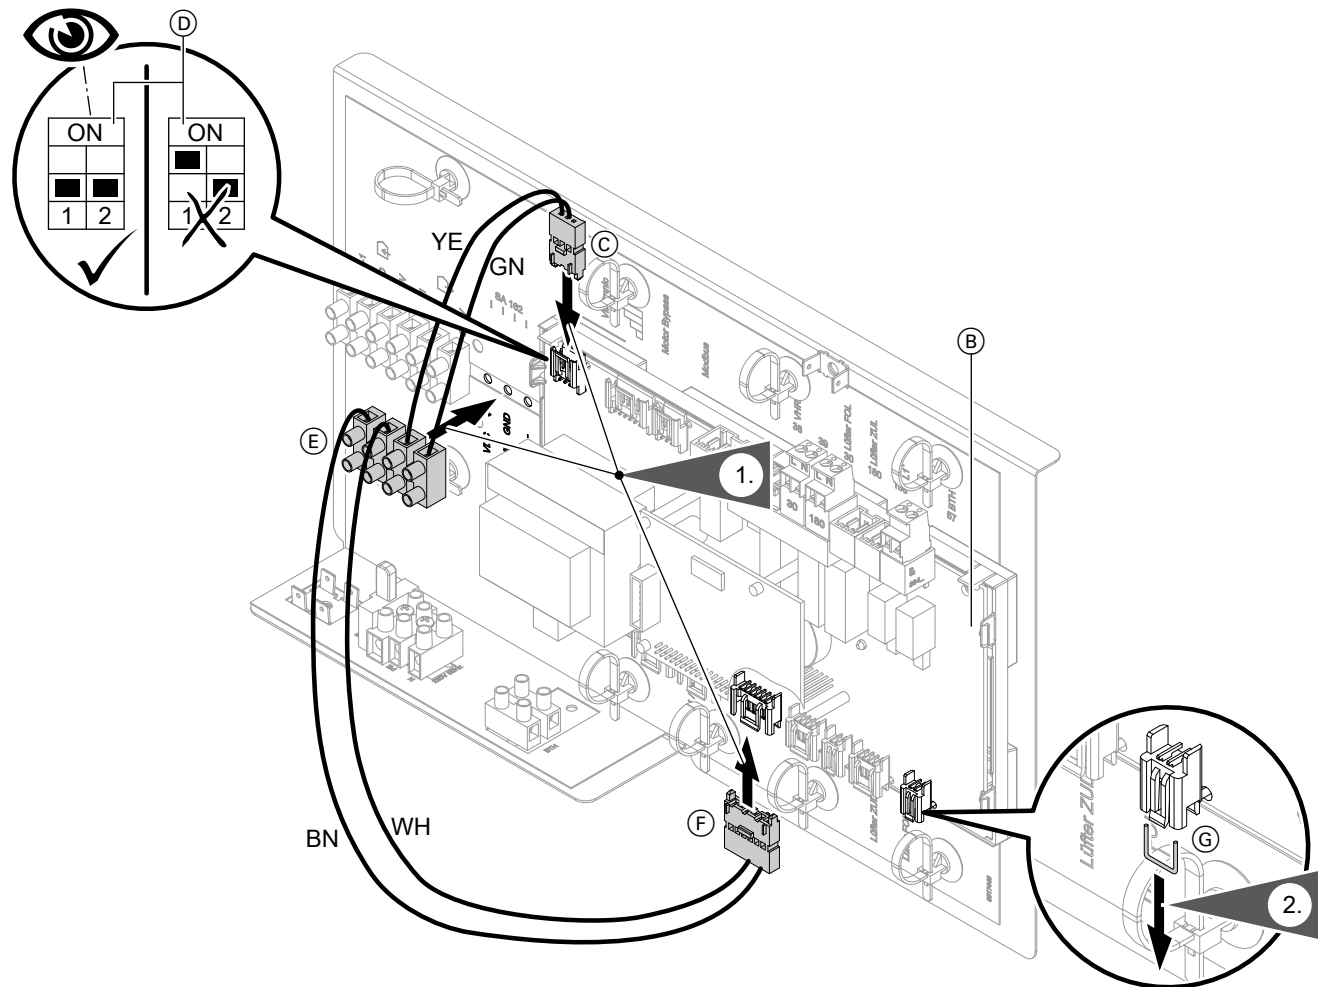

Abb. 2
- Codierschalter ⓓ gemäß Abb. 2 einstellen.